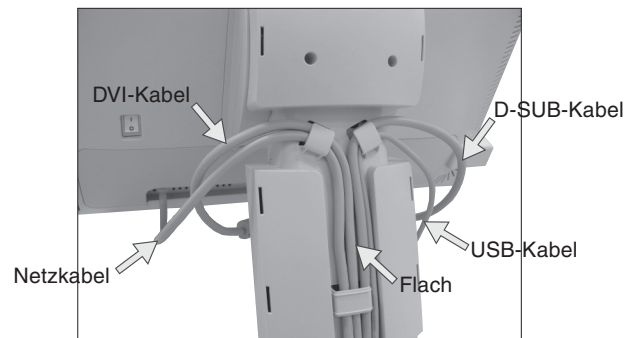

Abbildung C.4
7. Legen Sie die Kabel in der folgenden Reihenfolge in die Kabelführung: zunächst das Netzkabel, dann das DVI-Kabel (**Abbildung C.4**).
8. Führen Sie das DVI-Kabel und das Netzkabel durch die in **Abbildung C.4** angegebenen Halterungen.
9. Führen Sie das D-Sub- und das USB-Kabel durch die in **Abbildung C.4** angegebenen Halterungen.
10. Sorgen Sie dafür, dass alle Kabel flach am Fuß anliegen (**Abbildung C.4**).